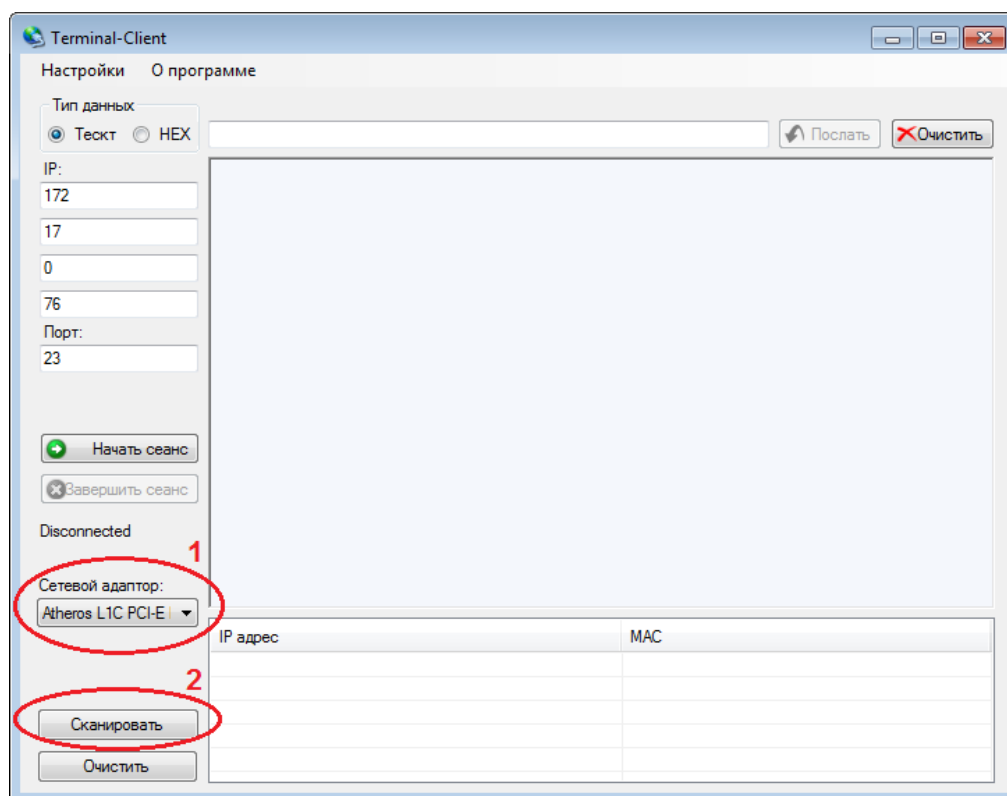

Рисунок 2.2. Общий вид ПО «Terminal-Client».
3. Для поиска ЭНКС-2.14.0 в сети выберите сетевой адаптер вашего компьютера через который происходит соединение с ЭНКС-2.14.0 и нажмите кнопку «Сканировать» (см. рис. 2.2)